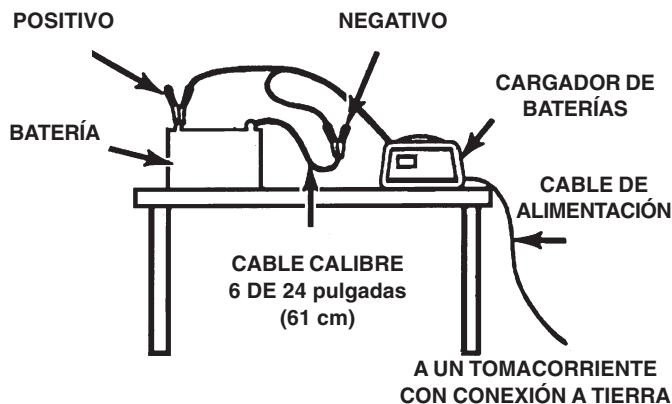

ILUSTRACIÓN 8: CONECTAR LA PINZA NEGATIVA PARA LA BATERÍA AL EXTREMOS DE UN CABLE DE 24 PULGADAS (61 cm)
- Para vehículos con negativo a tierra, conecte la pinza POSITIVA (ROJA) del cargador de baterías a la terminal POSITIVA ( POS, P, o +) de la batería que no está a tierra. Conecte la pinza NEGATIVA (NEGRA) al chasis o bloque del motor del vehículo, lejos de la batería. No conecte la pinza al carburador, líneas de combustible o placas de metal de la carrocería. Conecte la pinza a una parte de metal grueso del bastidor o el bloque del motor. (Ilustración 8)